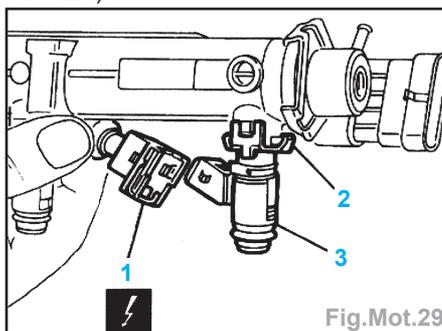

Fig.Mot.29
- Débrancher les connexions (1), déposer les fixations (2) et les injecteurs (3) (Fig. Mot.29).